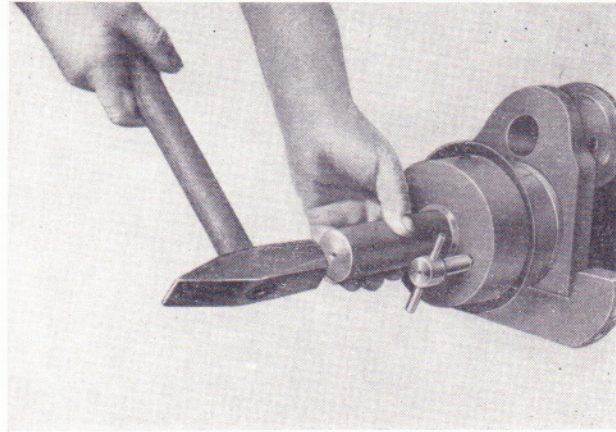

Bild 77
- Bei einem noch nicht eingepaßten Zylinderstift den Fixierstift in die Zentrierbohrung des Schlagdorns einsetzen (Bild 77).